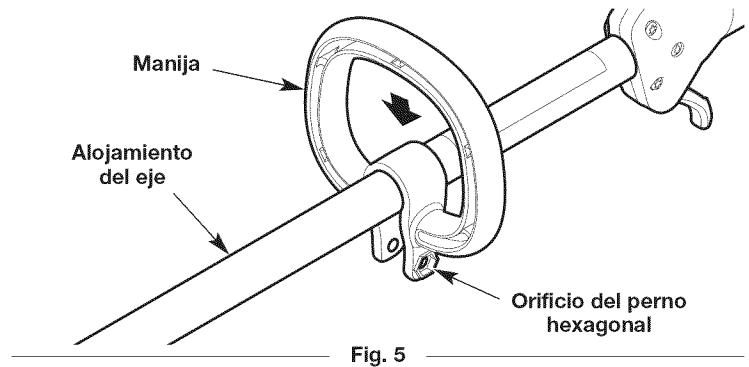

Fig. 5
1. Oprima la manija hacia abajo sobre el alojamiento del eje (Fig. 5). Asegúrese de que el orificio del perno hexagonal mire hacia la izquierda (Fig. 5).